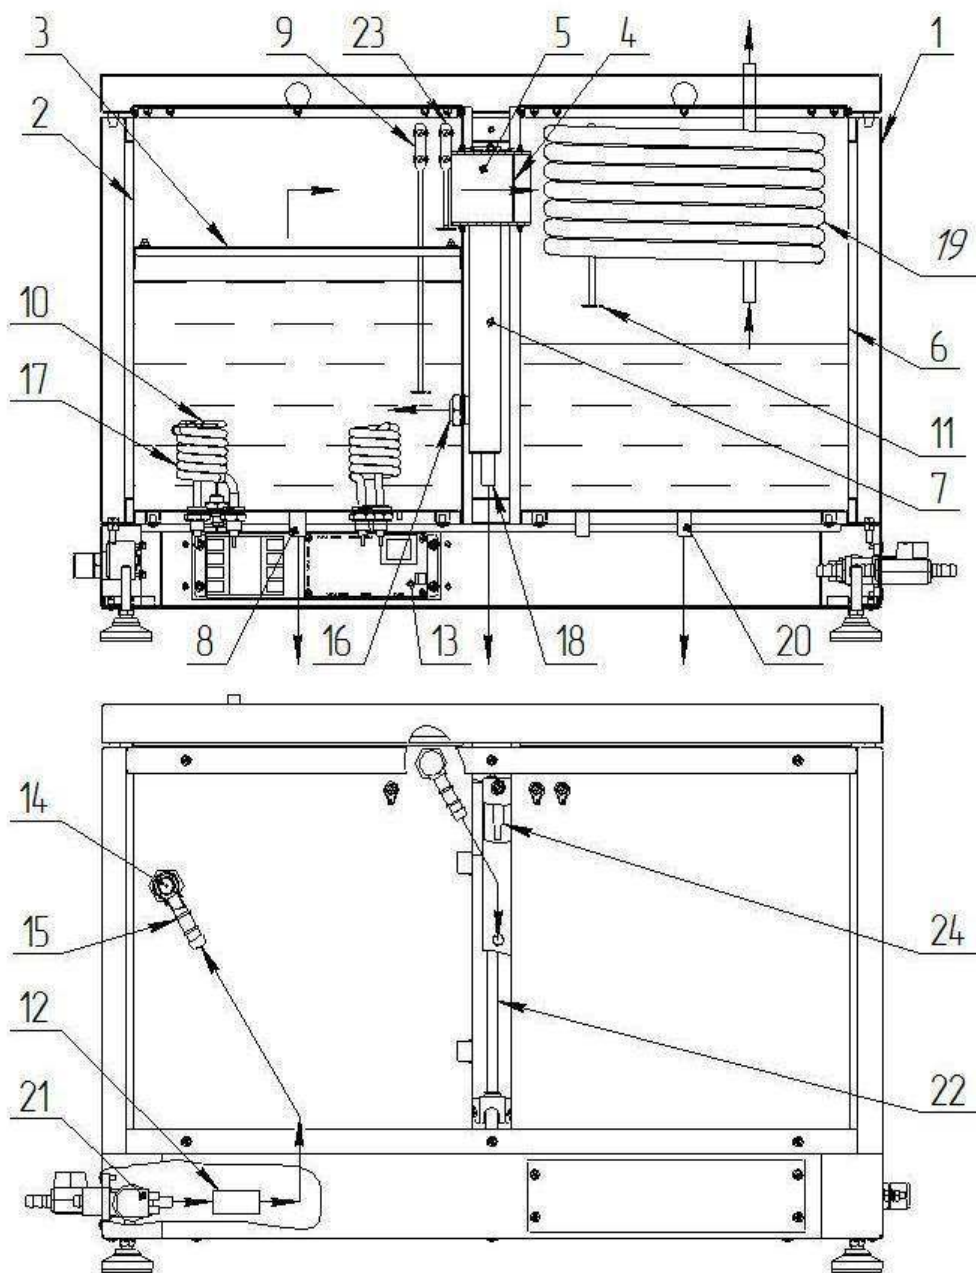
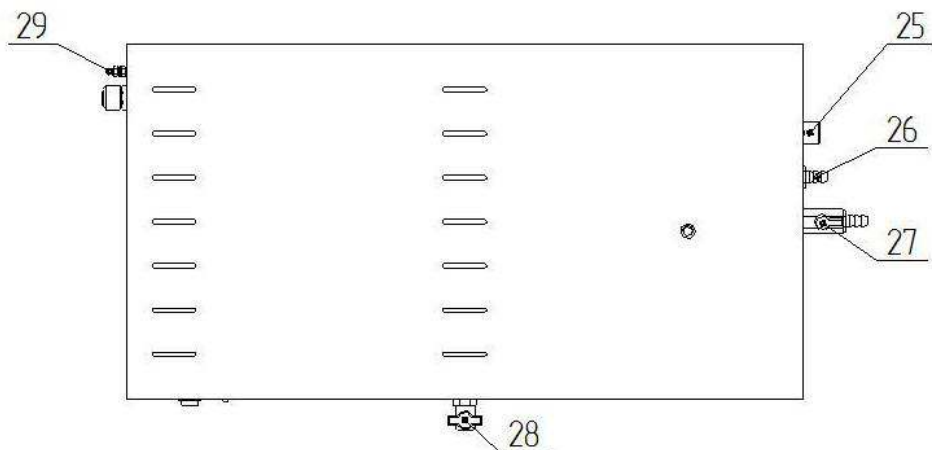

Рисунок 1. Устройство аквадистилляторов электрических Liston A 1104, Liston A 1110, Liston A 1125, где:
Рисунок 2. Схема подключения к штуцерам и клемме заземления аквадистилляторов электрических Liston A 1104, Liston A 1110, Liston A 1125, где:
4.2.1.1. При включении аквадистиллятора с помощью переключателя «СЕТЬ» (переключатель подсвечивается при включении), происходит срабатывание клапана 21 подачи исходной воды (Рисунок 1). Как только уровень воды в испарителе достигнет нижнего датчика 9, автоматика включает нагревательные элементы 17.
4.2.1.6. Дистиллированную воду можно получать в непрерывном режиме, не используя Сборник 6, отбирая дистиллят через Сливной кран 28 (Рисунок 2) на передней панели в другие емкости.
4.2.2.3. При достижении уровня воды в Испарителе 2 (Рисунок 1) Нижнего датчика 9 (контакт LOW на Рисунке 3, Рисунке 4), срабатывает магнитный пускатель КМ 1.1 и подключает напряжение к электронагревателям EK.
4.2.2.6. При наполнении сборника дистиллята до Датчика уровня 11 (Рисунок 1) (контакт HIGH на Рисунке 3, Рисунке 4), автоматика отключит нагрев воды и перекроет Входной клапан подачи воды Y1. Зелёный индикатор РЕЖИМ (HL 1) погаснет. При сливе дистиллята из накопителя автоматика откроет входной клапан Y1 и включит нагрев воды, при этом загорится индикатор РЕЖИМ (светодиод HL 1).
4.2.2.7. При переливе воды в Испарителе 2 (Рисунок 1) или Уравнителе 7, уровень воды достигнет верхнего датчика контроля уровня в Испарителе 23 или датчика контроля уровня в Уравнителе 24 (контакт ALARM на Рисунке 3, Рисунке 4), автоматика отключит нагреватель и входной клапан, при этом загорится красный индикатор АВАРИЯ (HL2). Для продолжения работы необходимо выключить сетевой выключатель S1 (Сеть), устранить причину перелива и включить S1 (Сеть).
6.6. Рекомендуется установка в систему водопровода самоочищающегося фильтра с манометром (с тонкостью фильтрования 100 мкм) для исключения засорения Диафрагмы 14 (Рисунок 1) и Клапана 25 (Рисунок 2).
6.12. Присоединить штуцер ДУ8 (для аквадистиллятора Liston A 1104) с наружной резьбой 1/2", либо ДУ12 (для аквадистилляторов Liston A 1110 и Liston A 1125) с наружной резьбой 1/2" через уплотнительную ленту к Крану 28 (рисунок 2). Подсоединить силиконовую трубку к штуцеру и закрепить пластиковой стяжкой.
6.13. Присоединить штуцер ДУ8 (для аквадистиллятора Liston A 1104) с наружной резьбой 1/2", либо ДУ12 (для аквадистилляторов Liston A 1110 и Liston A 1125) с наружной резьбой 1/2" через уплотнительную ленту к Крану 27 (рисунок 2)
Подключить шланги слива, один к Штуцеру 26- сливу охлаждающей воды (Рисунок 2), второй к Крану-штуцеру 27 - сливу отработанной воды из испарителя. Соединения шлангов со штуцерами стянуть хомутами, входящими в комплект поставки.
(ВАЖНО: Шланг слива охлаждающей воды из Штуцера 26 (Рисунок 2) должен располагаться под уклоном и на нем не должно быть изгибов и колен. При необходимости укоротить длину шланга. Перепад высот между штуцером 26 и местом подключения шланга к канализации должен быть не менее 0,3 м. Шланг не должен упираться во внутреннюю стенку канализационной трубы.
В противном случае, уровень воды в Испарителе 2 (Рисунок 1) и Уравнителе 7 начнет повышаться и достигнет верхнего датчика контроля Уровня 23 или Датчика контроля уровня 24, автоматика отключит дистиллятор, при этом загорится красный индикатор АВАРИЯ.)
6.15. Подключить наливной шланг к Штуцеру 25 (Рисунок 2)
6.17. Проверить, что нижний Датчик контроля уровня 9 (Рисунок 1) не касается стенок Испарителя 2 и Рассекателя потока пара 3. В противном случае электронагреватели начнут работать в отсутствие достаточного уровня воды. При этом произойдет аварийное выключение дистиллятора из-за повышения температуры электронагревателей выше 150°C.
6.18. Проверить, что Датчик уровня дистиллята 11 (Рисунок 1) не касается стенок Конденсатора 6 и Теплообменника 19. В противном случае автоматика будет считать, что сборник наполнен дистиллятом, отключит нагрев воды и перекроет входной клапан подачи воды.
6.19. Проверить, что Датчики 23 (Рисунок 1) и 24 не касаются стенок Испарителя 2 и Уравнителя 7. В противном случае, автоматика будет считать, что произошел перелив воды - выключит дистиллятор, при этом загорится красный индикатор АВАРИЯ.
7.3. Закрывать кран слива воды из Испарителя поз. 27 (Рисунок 2).
7.5. Проверить, что нижний Датчик контроля уровня 9 (Рисунок 1) не касается стенок Испарителя 2 и Рассекателя потока пара 3. В противном случае электронагреватели начнут работать в отсутствие достаточного уровня воды. При этом произойдет аварийное выключение дистиллятора из-за повышения температуры электронагревателей выше 150°C.
7.6. Проверить, что Датчик уровня дистиллята 11 (Рисунок 1) не касается стенок Конденсатора 6 и Теплообменника 19. В противном случае автоматика будет считать, что сборник наполнен дистиллятом, отключит нагрев воды и перекроет входной клапан подачи воды.
7.7. Проверить, что Датчики 23 (Рисунок 1) и 24 не касаются стенок Испарителя 2 и Уравнителя 7. В противном случае, автоматика будет считать, что произошел перелив воды - выключит дистиллятор, при этом загорится красный индикатор АВАРИЯ.
7.15. Через 30 минут после выключения, слить воду из камеры испарения, открыв для этого Сливной кран 27 (Рисунок 2).